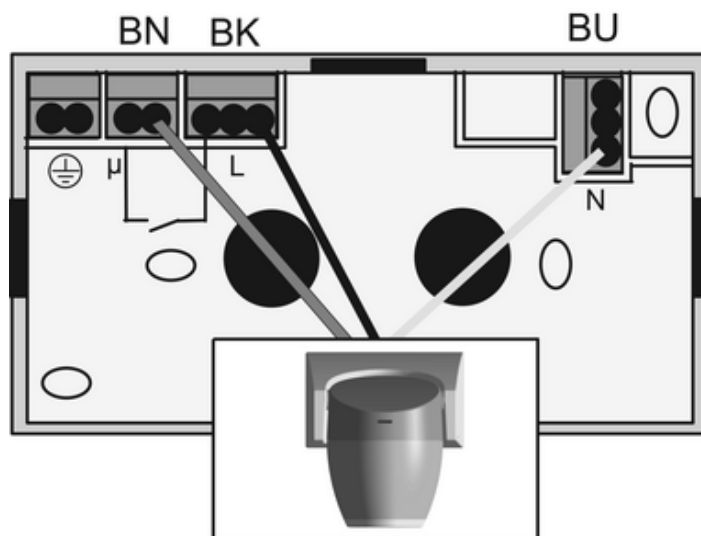

Bild 16: Halterungen der Steckklemmen
- Steckklemmen zur Fixierung in die Halterungen des Anschlusskastens einstecken (Bild 16).